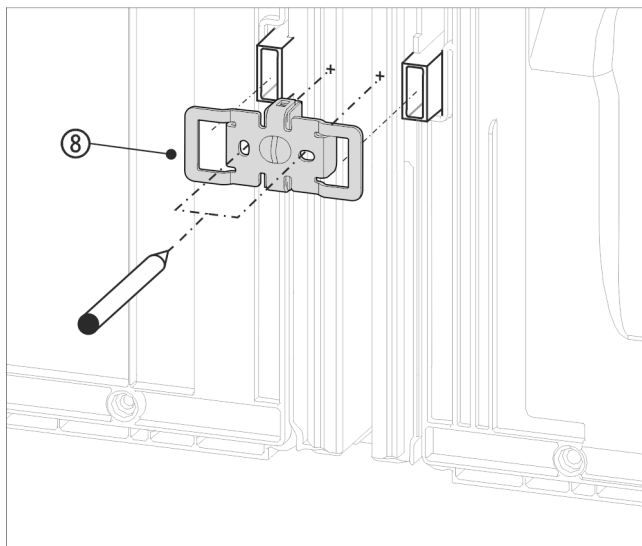

Fig. 17 Zobrazení příkladu
- Úhelník Fig. 17 (8) zasuňte vybráním přes úchyt pro vymezovač odstupů od stěny.